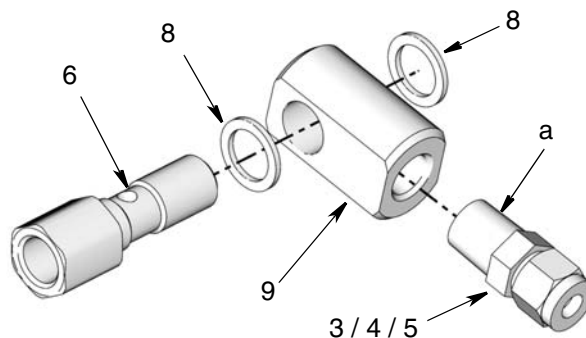

FIG. 3
5. Collegare un gruppo raccordi (3/4/5) a ogni raccordo cavo (9). Stringere con chiave (FIG. 3).
6. Posizionare una rondella (8) sull'estremità della doppia vite cava (6) (FIG. 3).
7. Installare le viti cave (6) nei raccordi orientabili (9). Quindi installare una seconda rondella (FIG. 3).
4. Applicare sigillante per filettature alle filettature dei raccordi (a) (FIG. 3).
8. Posizionare una rondella (8) sull'estremità della doppia vite cava (6) (FIG. 3).
9. Installare le viti cave (6) nei raccordi orientabili (9). Quindi installare una seconda rondella (FIG. 3).